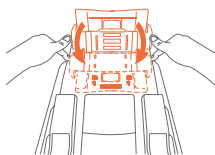

Fig. 59-2
- 2- Mientras mantiene presionados los botones, gire el pie de elevación hacia arriba hasta la posición bloqueada (Fig. 59-2).